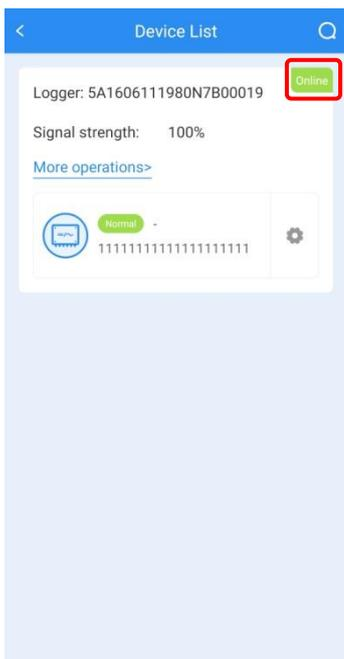

Figura 4-8 Elenco dispositivi
- Fase 10 Tornando alla pagina principale, lo stato del dispositivo passa da **Sconnesso(Online)** a **Connesso(Offline)**, come illustrato in Figura 4-8.